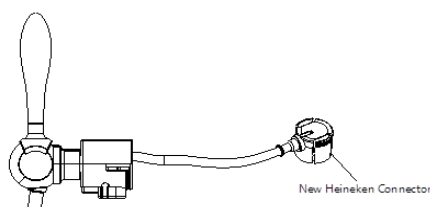

Figure 5 (*Pour un fût de 5 litres uniquement*)
6. Alignez le dispositif de vanne de sortie de la bière verticalement avec la le raccord du fût de bière au milieu de la surface supérieure de celui-ci et enfoncez-le immédiatement dans le fût de bière. Lorsque vous entendez un clic, cela indique que le raccord est bien en place sur le fût de bière (comme le montre les figures 5 et 6 ci-dessous). Après avoir installé le dispositif de vanne, placez le fût de bière
7. POUR UN FÛT DE 5 L : Remplacer le tuyau de bière par l'adaptateur (nouveau raccord Heineken) au robinet du refroidisseur. Ensuite, branchez l'adaptateur au raccord de bière du robinet (figure 5). Lors de l'installation du nouveau raccord sur le fût Heineken, vous devez d'abord brancher une extrémité du tuyau de bière transparent à celui-là, puis l'autre extrémité au mécanisme du robinet, puis installez le tout sur le fût Heineken (Illustration 6).